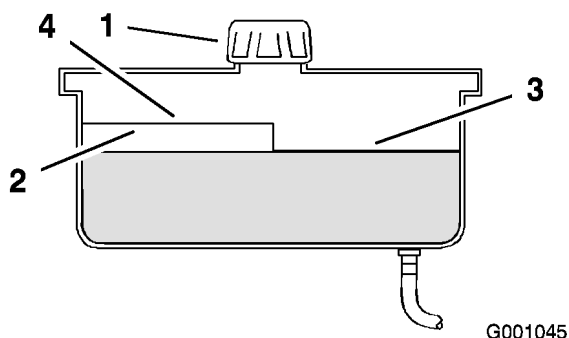

Figura 68
4. Limpie alrededor del cuello de llenado y el tapón del depósito de aceite hidráulico (Figura 68).
- Nota:** El nivel de aceite debe llegar a la parte superior del nivel caliente del tabique cuando el aceite está caliente (Figura 68).
5. Retire el tapón del cuello de llenado. Mire dentro para comprobar el nivel de aceite en el depósito. (Figura 68).